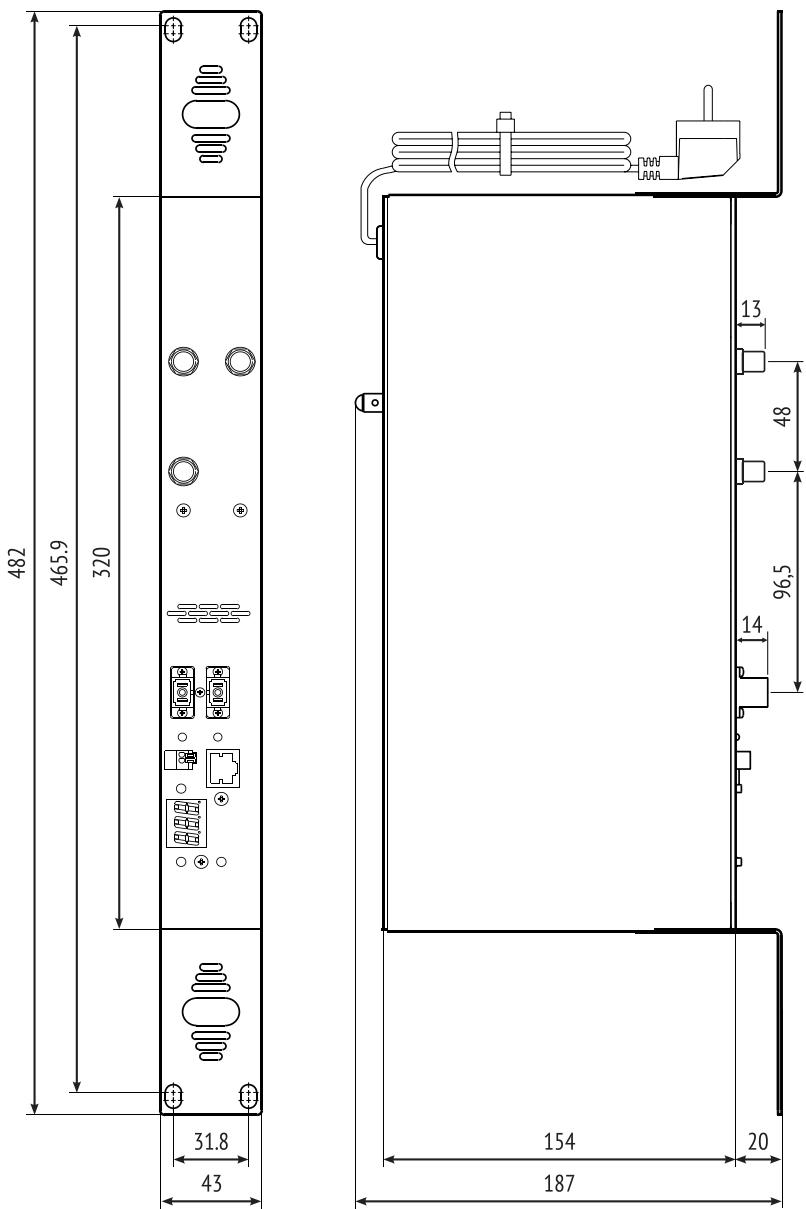

Рисунок 2. Габаритные и установочные размеры
- наметьте установочные размеры согласно рисунок 2, при необходимости подготовьте отверстия для крепления кронштейна усилителя;